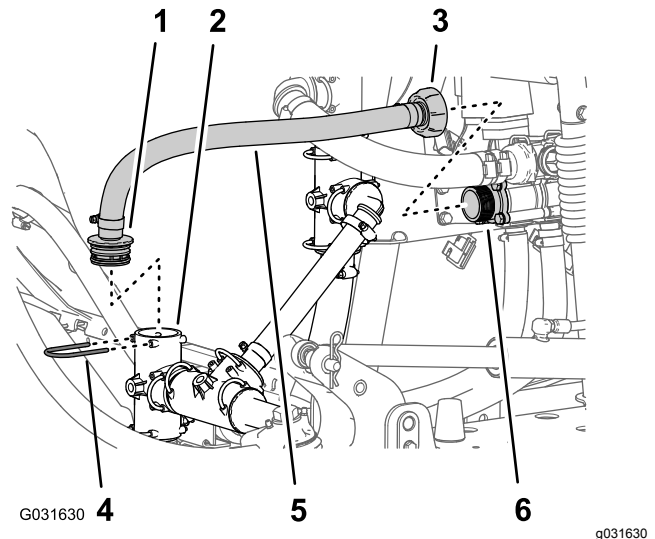

Figura 35
4. Retire la horquilla de retención que sujeta el acoplamiento dentado recto de la manguera de desvío al acoplamiento en T en la bomba del fumigador (Figura 35).
5. Afloje la tuerca de adaptador en el extremo interior de la manguera de desvío desde el acoplamiento de adaptador de la válvula de desvío (Figura 35).
6. Retire la manguera de la máquina (Figura 35).